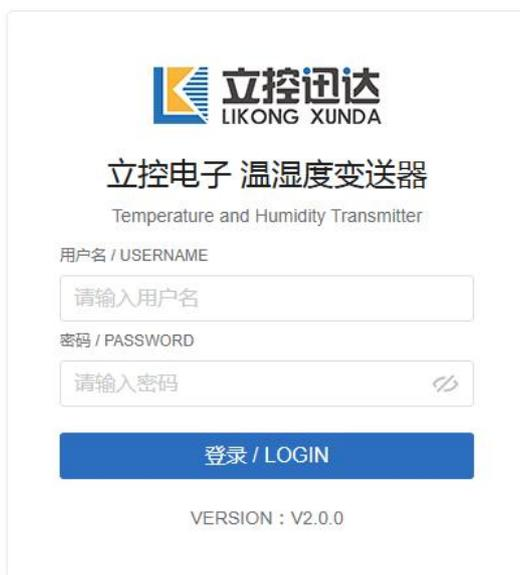

图 2.4
1、点击“搜索设备”按钮，在设备信息栏中会显示局域网内所有的设备，选中需要测试的设备然后点击“WEB”按钮会弹出登录窗口如图 2.4。
1、设备通电后会开启一个名为“ST200TH_XXXX”的 AP 热点（XXXX 是设备 WIFI MAC 的后四位，在设备背面的标签上可以看到 MAC 地址），连接至此热点，默认密码为“12345678”。连接成功后会弹出登录界面如图 2.4（如未弹出登录界面请打开 IE 浏览器在地址栏输入 192.168.4.1）。默认用户名：admin，密码：12345678，点击“登录”按钮可进入设备 web 界面如图 2.5。